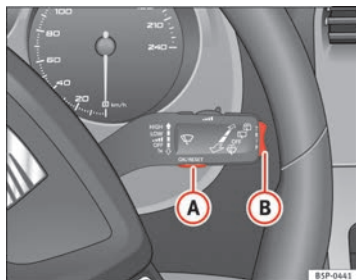
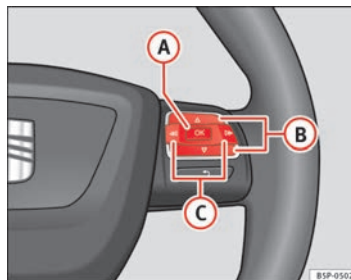

Abb. 45 Scheibenwischerhebel: Taste A zum Bestätigen von Menüpunkten und Wippe B zum Wechseln der Menüs
Abb. 46 Bedienelemente am Lenkrad: Taste A zum Bestätigen der Menüpunkte und Tasten B zum Wechseln der Menüs
- Zum Aufrufen des Menüs „Einstellungen“ drücken Sie die Taste **C** ⇒ Seite 70, Abb. 46, bis die entsprechende Anzeige am Display erfolgt. Nun befinden Sie sich in diesem Menü.
- Zum Umschalten zwischen den Speichern drücken Sie bei eingeschalteter Zündung kurz die Taste **A** ⇒ Seite 70, Abb. 45 ⇒ Seite 70 am Scheibenwischerhebel oder die Taste **OK** am Multifunktionslenkrad ⇒ Seite 70, Abb. 46 ⇒ Seite 70. ▶
In der Multifunktionsanzeige können Sie durch Betätigen der Wippe **(B)** ⇒ Seite 70, Abb. 45 ⇒ Seite 70 am Scheibenwischerhebel oder durch Drücken der Taste **(Δ)** bzw. **(▽)** ⇒ Seite 70, Abb. 46 am Multifunktionslenkrad* die folgenden Daten abfragen.